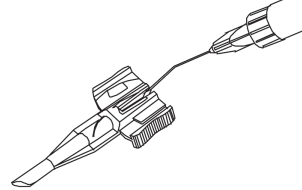
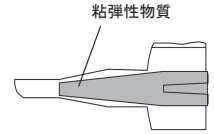

図 3
図 4
5. カートリッジを滅菌バッグから無菌的に取り出し、カートリッジ内部に粘弾性物質(眼科用ヒアルロン酸製剤)を充填する(図 3)。粘弾性物質はカートリッジのテーパ部分から、最後部までが完全に充填されるように十分な量を使用すること(図 4)。